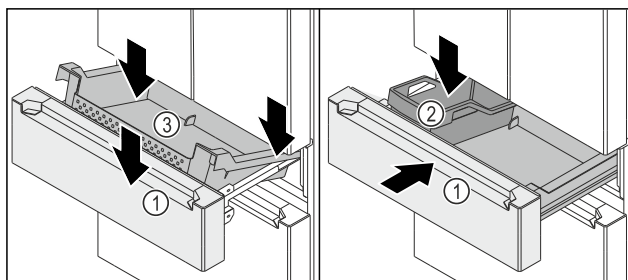

Fig. 150
- ❑ Wózek wysuwany Fig. 150 (1) jest wyjęty.
- Pojemnik Fig. 150 (3) umieścić po prawej i lewej stronie na szynach.
- Pojemnik *Fig. 150 (3)* opuścić z przodu tak, aby pojemnik *Fig. 150 (3)* znajdował się na szynach po prawej i lewej stronie.
- Zakładanie FlexBox *Fig. 150 (2)*.
- Wsunąć wózek wysuwany *Fig. 150 (1)*.